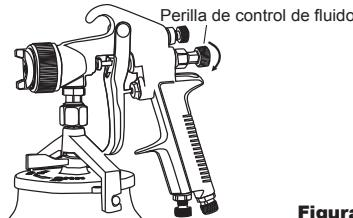

Figura 5
2. Gire el mando de control de fluido completamente hacia la derecha hasta que cerrado. (Ver Figura 5)